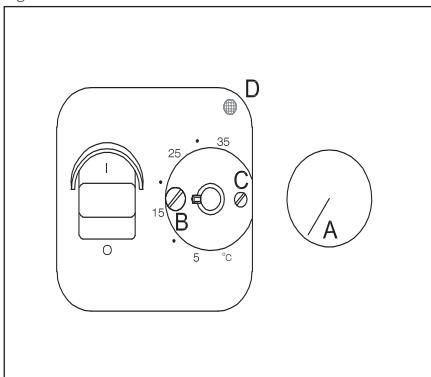

Fig. 2 OTN-1991-SH
| Abb. 2. | Anschluss für OTN-1991-SH |
- Fig. 2 Aansluiting van OTN-1991-SH.